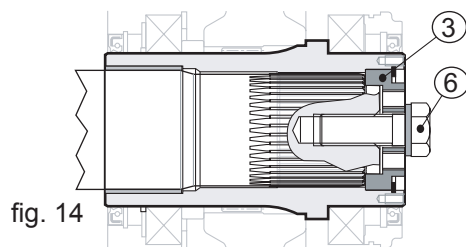

fig. 14
Substituir a barra (pos. 4) com o parafuso (pos. 6), apertando-o totalmente, aplicando uma força como indicado na tabela "torques de aperto" da seção 9.1, utilizando, além disso, uma fita veda-rosca média; A Piv Posiplan aconselha LOCTITE 601 (ver a fig. 14).